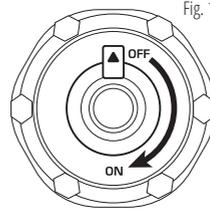

Fig. 1
3. Ouvrez l'évent du bouchon de réservoir de carburant en position ON. (Fig. 1).